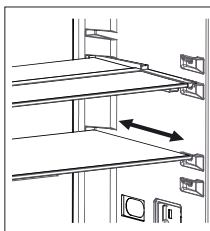

Fig. 1
- Pentru a aduce raftul în poziția inițială, trageți-l spre dumneavoastră. (Fig. 1)